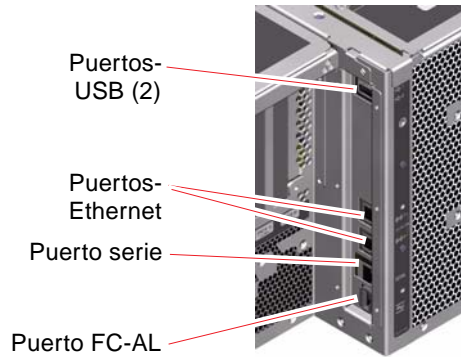

FIGURA 2-4 Puertos externos del panel posterior
- Una ranura de tarjeta controladora del sistema (SC)
- Seis puertos externos de datos: USB, serie, Ethernet y FC-AL (consulte la FIGURA 2-4)